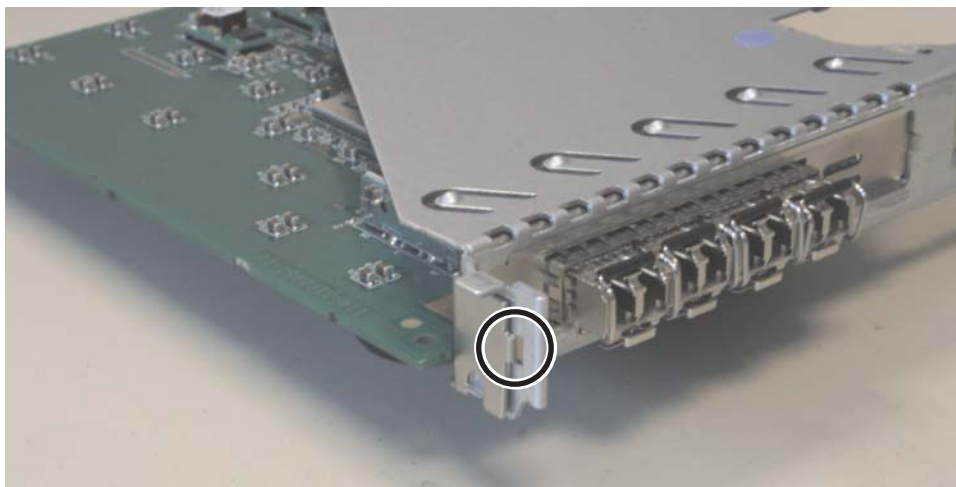

図 172. SAN ボリューム・コントローラー 2145-8A4 のライザー・カード・アセンブリー
5. ライザー・カード・アセンブリーの前面エッジと後部エッジをつかみ、持ち上げてノードから取り外します。図 172 に示したライザー・カード・アセンブリーを平坦で静電気保護された表面におきます。